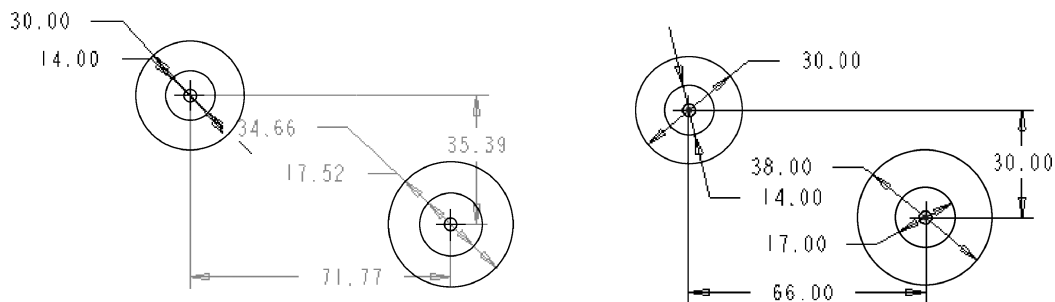

图3-110 绘制同心圆并修改尺寸，改变尺寸位置
(5) 双击自动标注的圆直径数字，在出现的组合框中输入“14”，在组合框以外的区域单击鼠标中键或按〈Enter〉键完成尺寸修改，单击中键回到选择状态。
(6) 单击【草绘器工具】工具栏【圆心和点】按钮右侧的按钮，在打开的【圆】工具箱中单击【同心圆】按钮.
(7) 选取刚才草绘的圆，绘制其同心圆，直径约为30mm，单击中键回到选择状态。
(8) 双击圆直径数字，在出现的组合框中输入“30”，按〈Enter〉键完成尺寸修改，单击鼠标中键回到选择状态。
(9) 按照步骤(4)~步骤(8)的方法在刚才所完成同心圆的右下方绘制另外两个同心圆，并修改尺寸使其符合设计要求。
(10) 确认【草绘器工具】工具栏中的【选择】按钮处于按下状态，否则单击鼠标中键回到选择状态。
(11) 选择尺寸，拖动鼠标左键移动尺寸位置并修改尺寸，使其满足设计要求，如图3-110所示。